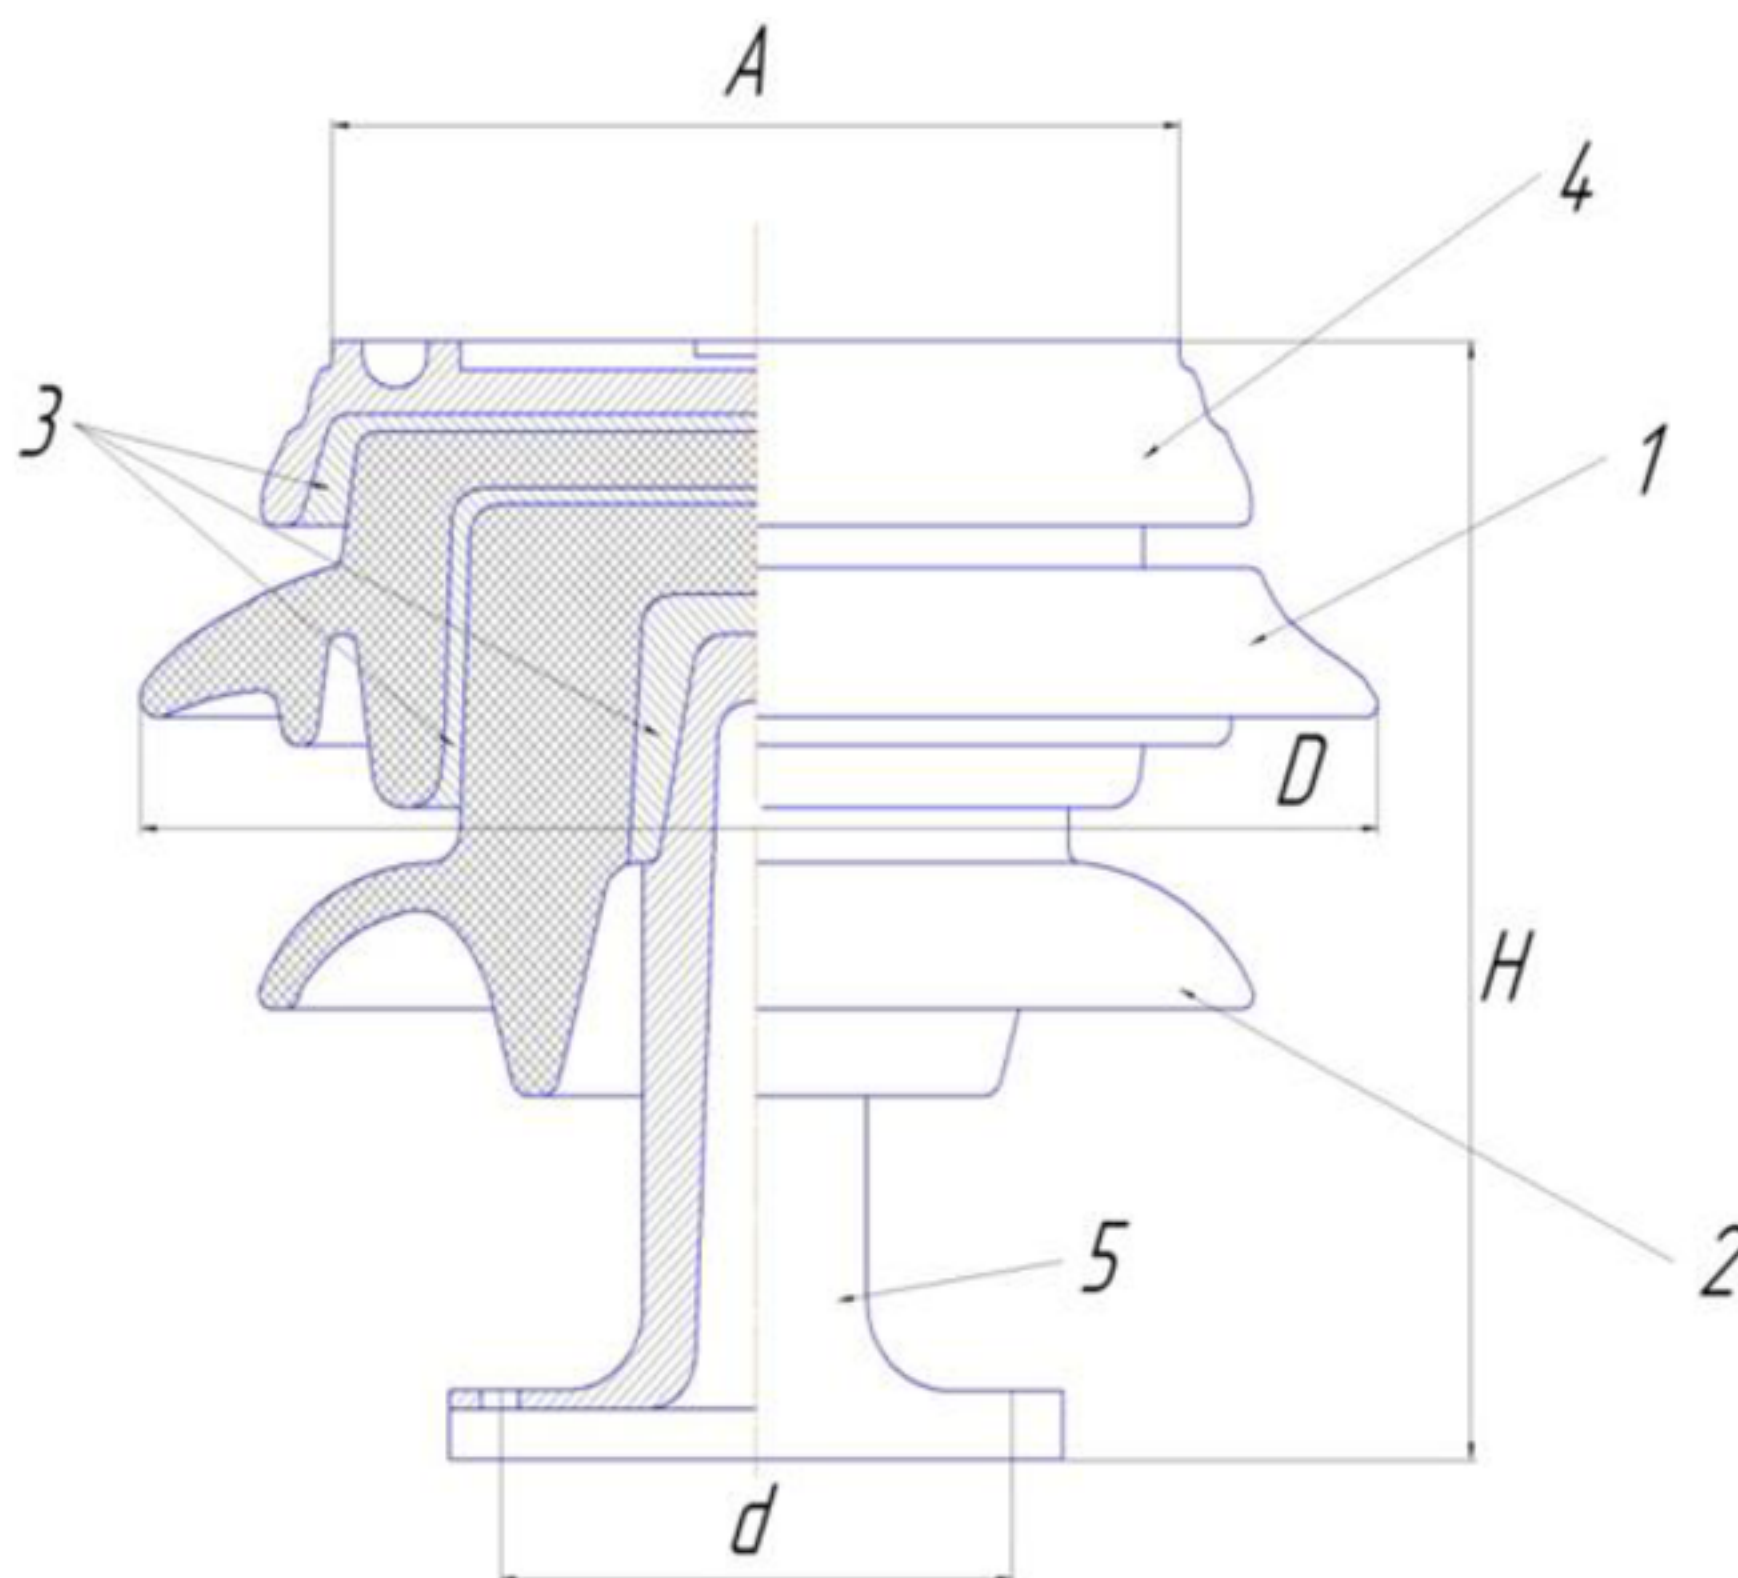

Рисунок 2 – Опорно-стержневой изолятор наружной установки
3. По заданной диаграмме рисунок 2 определить $\sigma_{пл}$, $\sigma_{в}$, $\sigma_{г}$ (или $\sigma_{0,2}$) – параметры прочностных свойств материала (для диаграммы с выраженной площадкой текучести найти $\sigma_{г}$, если площадка текучести отсутствует – оценить величину $\sigma_{0,2}$).
Опорный стержневой керамический изолятор ОНС изолирует и поддерживает шины контактных деталей в открытом распределительном устройстве. Изолятор представляет собой сплошной круглый стержень с выступающими ребрами. На торцевых частях изолятора закреплены металлические фланцы (колпаки), являющиеся электродами (рис.2).